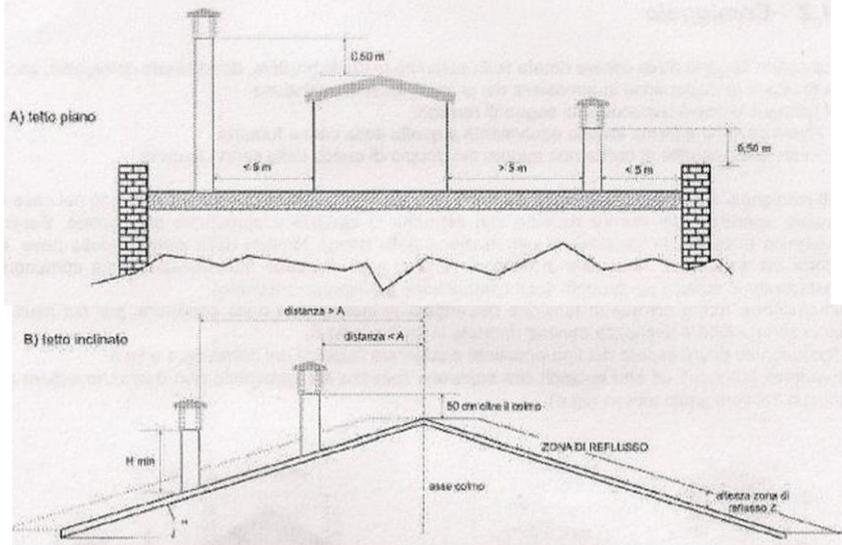

Fig. 5
- La cheminée doit être placée de manière à assurer la bonne dispersion des produits de combustion en dehors de la zone de reflux. Cette zone a différentes tailles et formes, selon l'angle d'inclinaison de la couverture, il est donc nécessaire d'adopter les hauteurs minimales indiquées dans la figure 4 et figure 5.
- La cheminée doit être du antivent et de dépasser la hauteur de la crête et fig.5 fig.4.